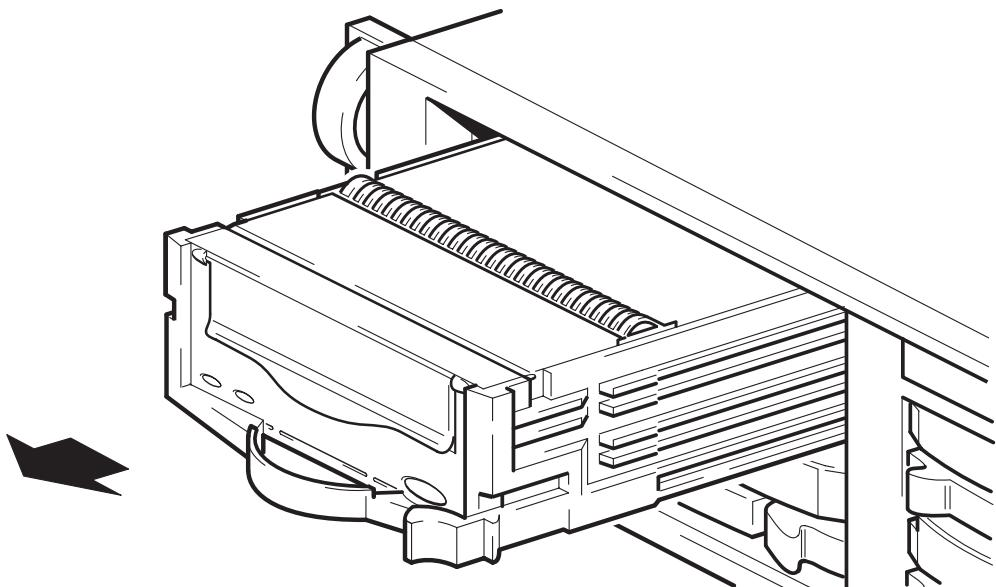

Abbildung 5b: Herausnehmen des
- 4 Installieren Sie das neue Bandlaufwerk in denselben Schacht. Führen Sie das Laufwerk einfach in den Schacht ein, bis es fest im Anschluss sitzt und der Freigabehebel einrastet. Siehe Abbildung 5b.